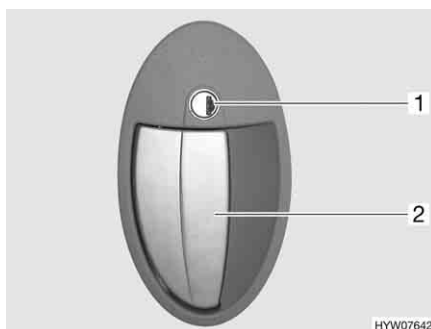

Fig. 16 Serratura della porta, lato esterno
- Inserire la chiave nel cilindro della serratura (Fig. 16,1) e ruotare in senso orario, fino a quando la serratura della porta si sblocca.
- Tirare la maniglia della porta (Fig. 16,2). La porta è aperta.
- Inserire la chiave nel cilindro della serratura (Fig. 16,1) e ruotare in senso antiorario, fino a quando la serratura della porta si blocca.